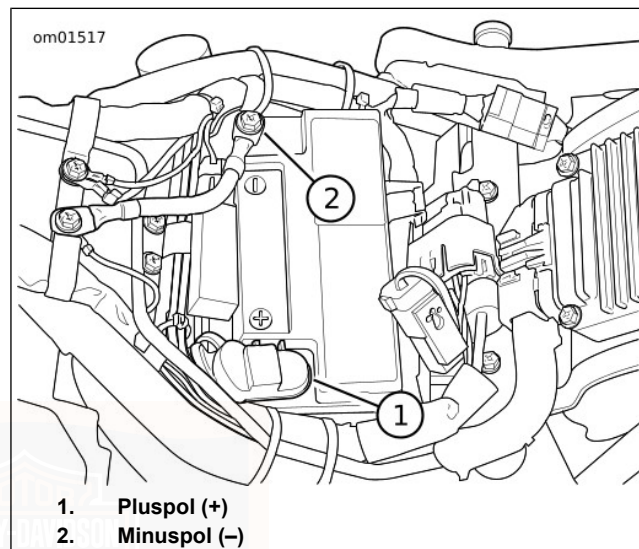

Abbildung 58. Batterie: Softail-Modelle
4. Siehe Abbildung 58. Die Batterie einbauen. Das Befestigungsteil des Batteriepluspols auf ein Drehmoment von 6,8–8,1 N·m (60–72 **in-lbs**) anziehen.
5. Das Batterieminuskabel (2) an die Batterie anschließen. Das Befestigungsteil des Batterieminuspols auf ein Drehmoment von 6,8–8,1 N·m (60–72 **in-lbs**) anziehen.